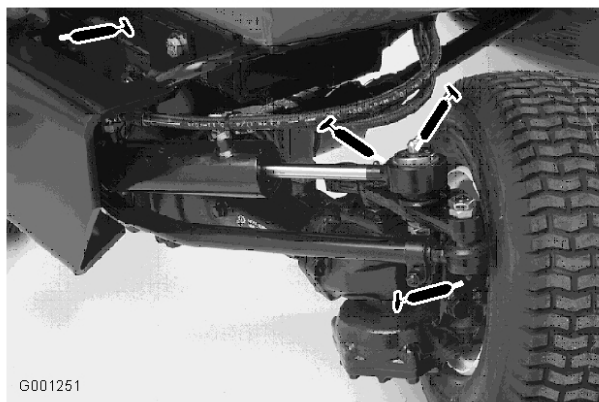

Figura 44
- Rótulas de direcção (2) (Figura 44)
- Extremidades da haste do cilindro (2) (Figura 44)
- Pino de articulação do eixo (Figura 44)